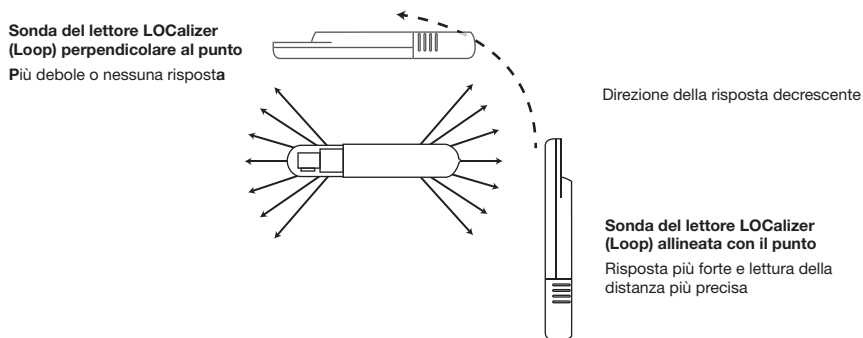

FIGURA 3. Valutazione della posizione/collocazione del punto con la sonda loop utilizzando la potenza del segnale (non in scala)
* Come misurato dal centro della sonda loop all'estremità del punto (Figura 3)
NOTA: La visualizzazione del suono e della distanza sale al massimo quando il punto è allineato e direttamente sotto la superficie della testina di rilevamento (Figura 3). L'identificazione della posizione del punto può essere perfezionata spostando la sonda finché non vengono rilevate entrambe le estremità del punto.